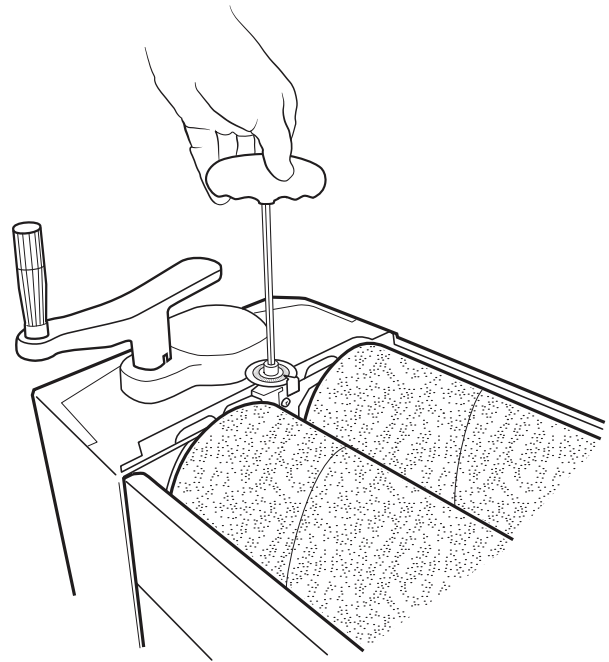

FIG. 11
2. En utilisant la clé de 6 mm fournie, tournez les vis d'assemblage, comme indiqué à la Fig. 11, à chaque extrémité du tambour arrière.